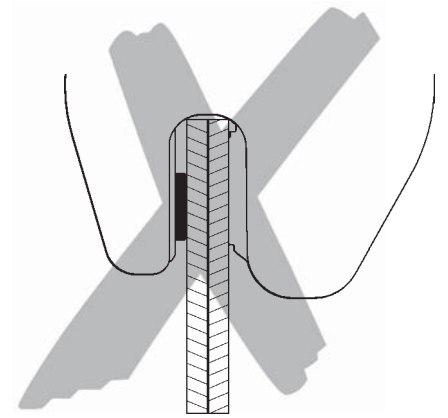

Fig. 3
- Mit dem Lastaufnahmemittel darf jeweils nur eine Blechtafel transportiert werden (Fig. 3).